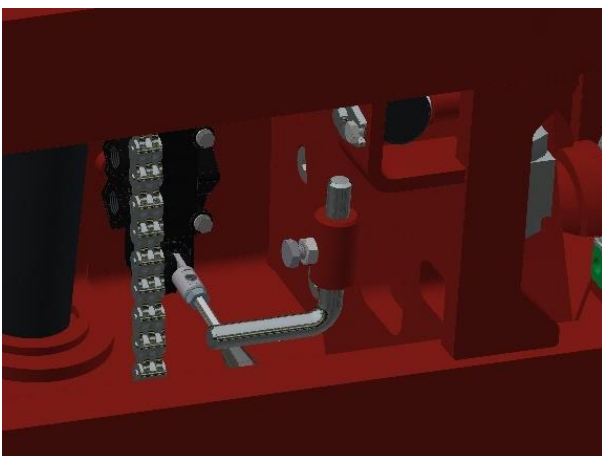

Figure 3.2.1- Limiteur de course/interrupteur hydraulique
Le basculeur/retourneur K95 est protégé contre l'ouverture imprévue du cadre supérieur au cours du basculement par un limiteur de course/interrupteur hydraulique. Voir la figure 3.2.1. Au cas où il n'est pas possible de déverrouiller le cadre supérieur en position horizontale, il convient de contrôler si le limiteur de course/interrupteur qui se trouve sur le châssis basculant est effectivement activé. Si ce n'est pas le cas, il convient de le placer le plus haut possible afin qu'il puisse s'enclencher.
2. Dévissez le boulon et le contre-écrou dans le manchon réglable. Voir la figure 3.2.1.